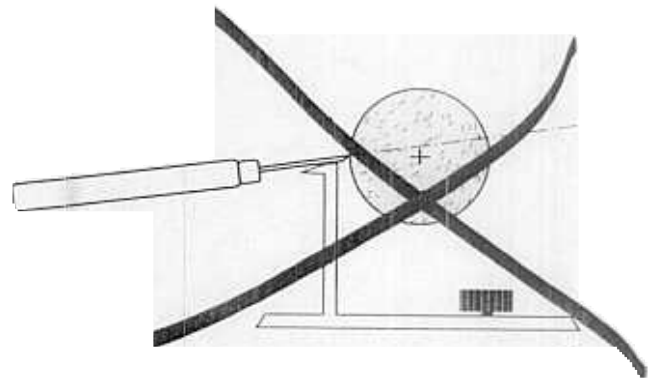

Fig 9
2. Régler le banc **1** (fig. 9) de telle manière que la distance avec la pièce à usiner soit d'env. 2 mm.
4. Pour tourner, tenez le ciseau comme décrit dans la fig. 9.